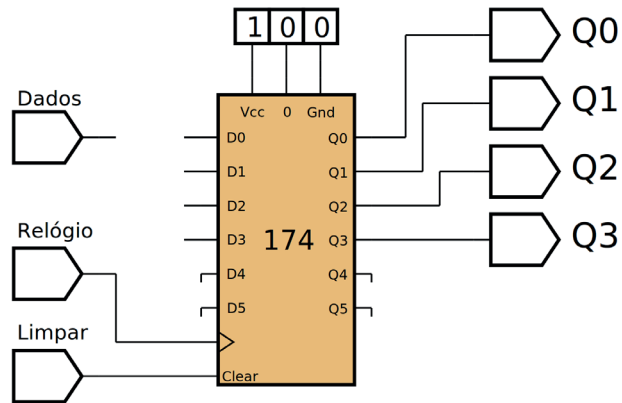
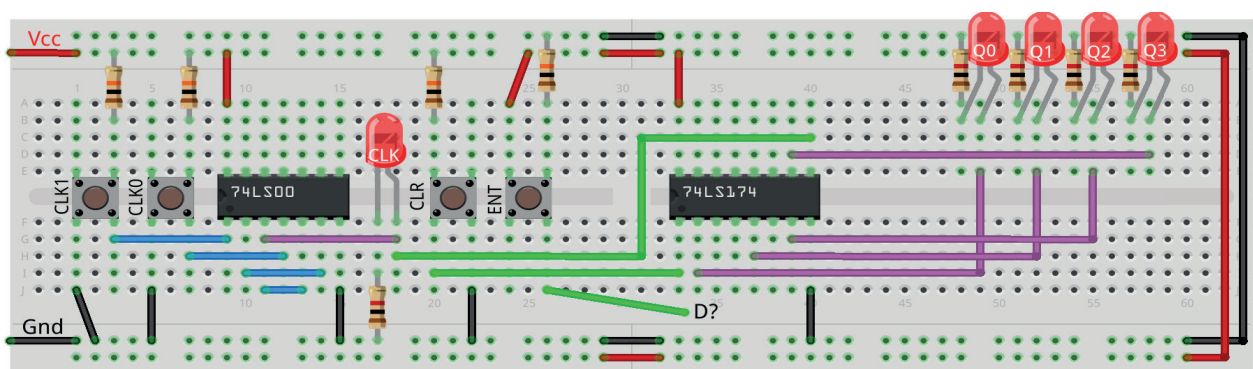

Figura 11.8 – Diagrama esquemático.
Figura 11.10 – Disposição dos componentes na placa de montagem.
1. Complete o desenho da figura 11.8 para implementar um registrador de deslocamento para esquerda ($Q0 \leftarrow Q1 \leftarrow Q2 \leftarrow Q3$). Complete as conexões na placa de montagem da figura 11.10.
2. Monte o circuito na placa de montagem, conforme figura 11.10.
4. Utilize um programa de simulação em computador (SmartSim, Atanua, Qucs) faça a simulação do circuito da figura 11.8. Compare os resultados com a tabela 11.3.